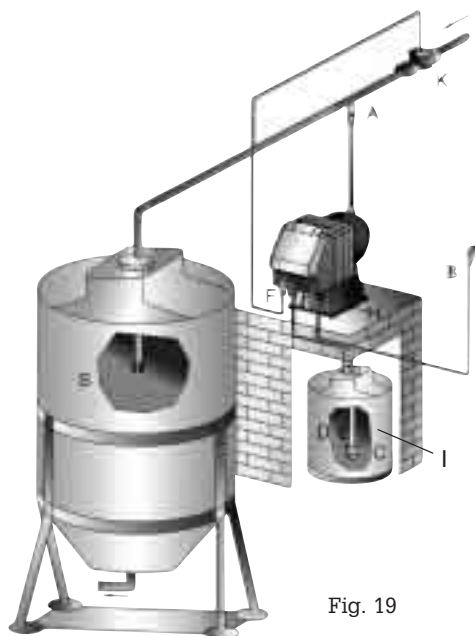

Fig. 19
8.2.2. ESQUEMA TÍPICO DE UNA INSTALACIÓN (Fig.19)